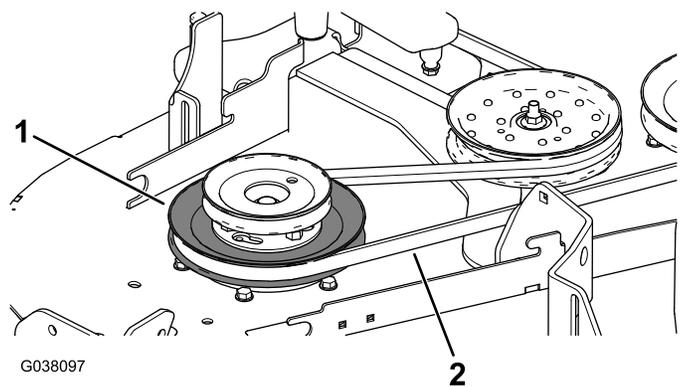

Figura 30
- 6. Montate la cinghia del tosaerba attorno alla puleggia inferiore della doppia puleggia (Figura 30).